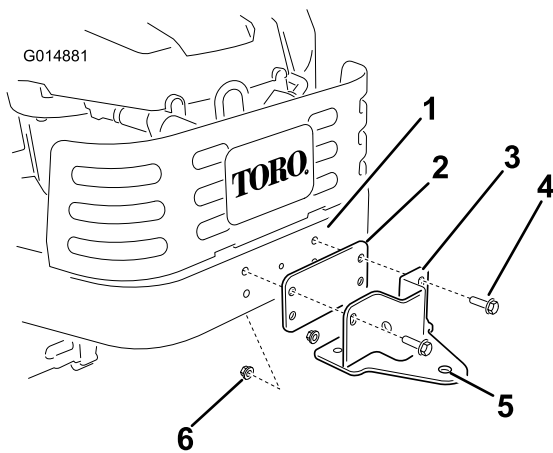

Bild 11
1. Finden Sie die Stützplatte for den Rahmen des Heckfangsystems und die Halterung in den losen Teilen. Befestigen Sie die Platte und die Halterung am Maschinenrahmen, wie in Bild 11 dargestellt. Befestigen Sie die Platte und Halterung mit zwei Schrauben (5/16 x 1 Zoll) und zwei Sicherungsmuttern (5/16 Zoll) am Rahmen.